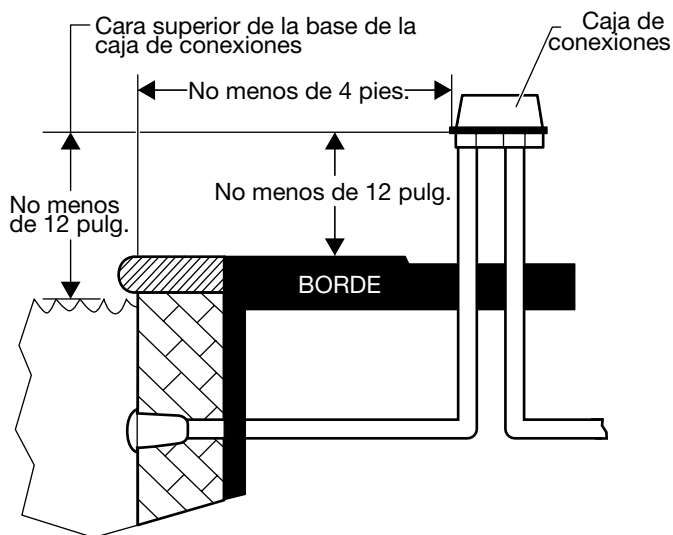

FIG. 1. Colocación de la caja de conexiones con transformador
1. Determine el lugar adecuado para la caja de conexiones con transformador. Consulte FIG. 1 para obtener información de colocación.